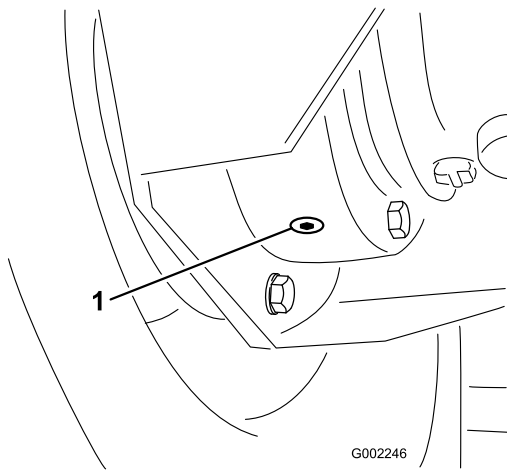

图49
4. 在内侧排油塞下放置一个盘子、然后拆下排油塞（图49）。